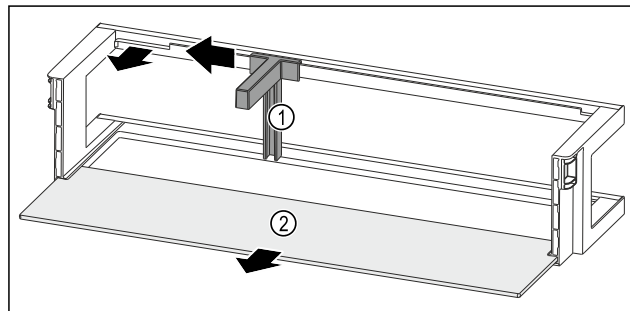

Fig. 164 Durvju plaukts ar pudeļu turētāju un plauktu
- ▶ Pabīdīet pudeļu turētāju Fig. 164 (1) līdz padziļinājumam uz sānu.
- ▶ Izņemiet pudeļu turētāju Fig. 164 (1).
- ▶ Izņemiet plauktu Fig. 164 (2).